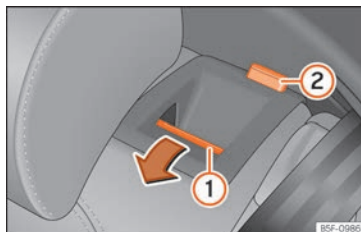

Fig. 161 En el respaldo del asiento trasero: tecla de desbloqueo (1); marca roja (2).
- Tire de la tecla de desbloqueo » fig. 161 (1) hacia delante y, al mismo tiempo, abata el respaldo.
- El respaldo trasero está desbloqueado cuando se ve una marca roja en la tecla (2).
El respaldo trasero está desbloqueado cuando se ve una marca roja en la tecla » fig. 161 (2).